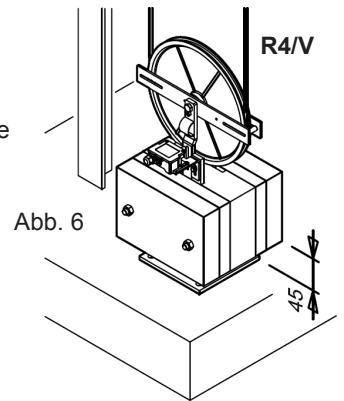

Abb. 6
- Die Führungshalterung vom Gegengewicht so montieren, um eine perfecte Flechtung zwischen Rolle des Geschwindigkeitsbegrenzers und Rolle des Spanngewichts (Abb. 6) zu haben.
- Spanngewicht unterbauen, bis es eine Distanz von ca. 45 mm von der Schachschle erreicht (grober Richtwert) (Abb. 6).
- Subir el estribo de guía del contrapeso de manera a tener una alineación perfecta entre la polea del limitador y la polea tensora (Fig. 6).
- Poner un soporte en el contrapeso hasta que quede una distancia de unos 45 mm del fondo del hueco del ascensor (valor aproximado) (Fig. 6).